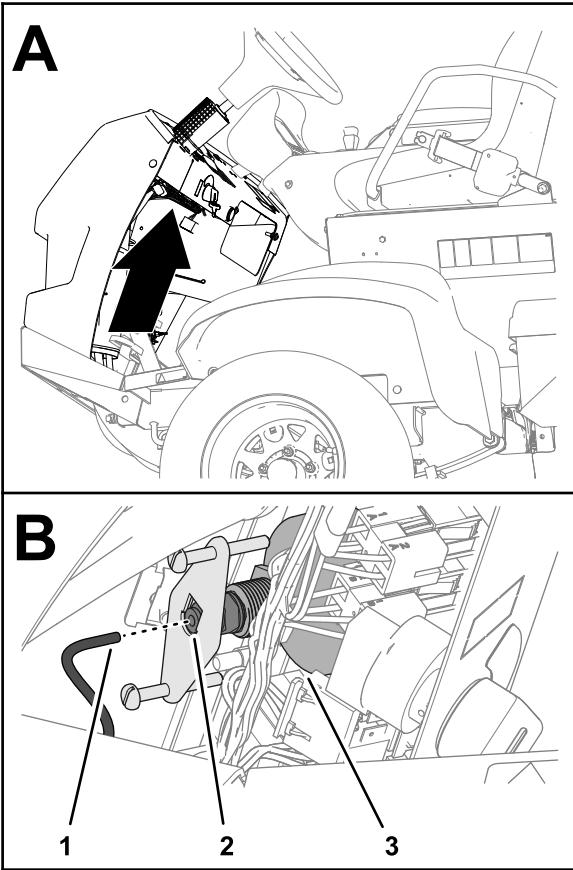

Рисунок 122
5. Отсоедините трубку от задней части манометра и поместите конец трубы в емкость (Рисунок 122).